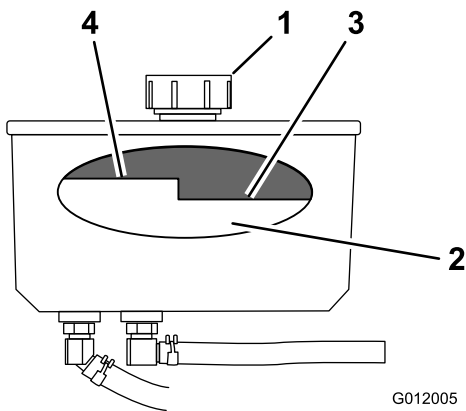

Bild 73
4. Reinigen Sie den Bereich um den Einfüllstutzen und den Deckel des Hydraulikbehälters (Bild 73).
5. Nehmen Sie den Deckel vom Einfüllstutzen ab. Schauen Sie in den Stutzen, um den Flüssigkeitsstand zu prüfen. (Bild 73).
Hinweis: Der Füllstand sollte bei heißem Öl die Oberkante der heißen Einfüllmarkierung der Zwischenplatte erreichen (Bild 73).